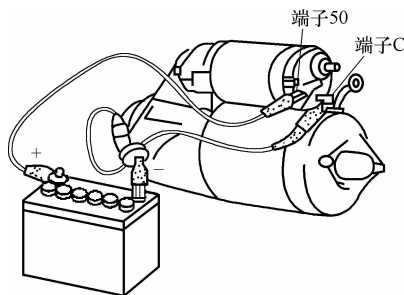

图 4-11 吸拉动作试验
(1) 吸拉动作试验 将起动机固定到台虎钳上，拆下起动机端子“C”上的磁场绕组电缆引线端子，用带夹电缆将起动机“C”端子和电磁开关壳体与蓄电池负极连接，如图 4-11 所示。用带夹电缆将起动机“50”端子与蓄电池正极连接，此时驱动齿轮应向外出移动。如驱动齿轮不动，说明电磁开关有故障，应予修理或更换。